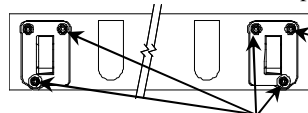

Figure 2.
- Retirer la garniture de carénage inférieure à l'arrière du véhicule en retirant les pièces de fixation (5) et les rivets en plastique (2) qui fixent le carénage de base au véhicule. Percer le centre de la tête des rivets à l'aide d'un petit poinçon ou d'une pointe affilée. Glisser soigneusement le tournevis ou l'outil de finition entre les panneaux couvrant les rivets desserrés et retirer la tête de rivet restante. En se frayant un chemin depuis l'extérieur (emplacement de rivet), tirer lentement la garniture de carénage vers le haut.
- Au besoin, retirer ou desserrer les panneaux de garniture arrière (2) à la base du véhicule pour obtenir plus de dégagement pendant l'installation de l'attelage.
- Retirer les écrous à embase (4) du parechoc. Voir la Figure 2.